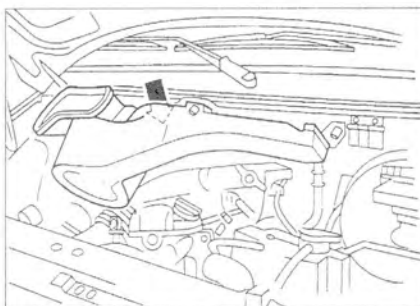

Рис. 9.80. Отсоедините два разъема проводки позади корпуса вентилятора (стрелка).
5. Отсоедините два разъема проводки позади корпуса вентилятора (стрелка) (рис. 9.80).